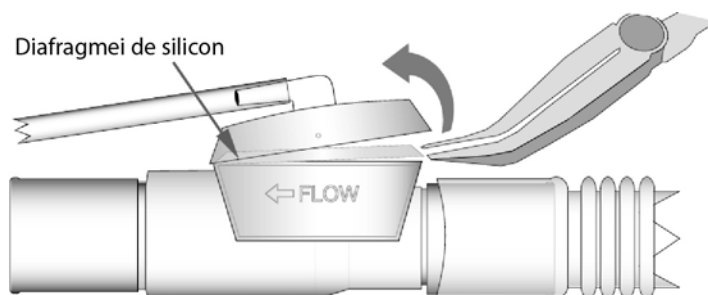

Figura D-1 Îndepărtarea diafragmei de silicon – circuit pentru pacienți pediatrici/adulți
1. Folosind un hemostat sau o spatulă linguală, deschideți cu grijă supapa de expirație în modul indicat în Figura D-1. Scoateți mai întâi capacul superior, apoi îndepărtați diafragma de silicon. Amplasați diafragma de silicon într-o zonă curată, numai pe circuite de unică folosință. Nu utilizați procedura de mai jos pe un circuit reutilizabil.